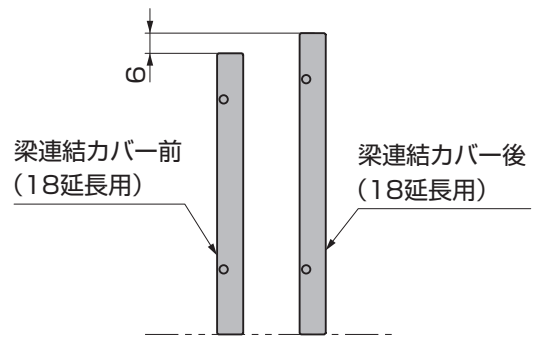

図2-7 梁連結カバー
- 梁連結カバーは、水下側用(短い)と水上側用(長い)の2種類あります。(図2-7参照)